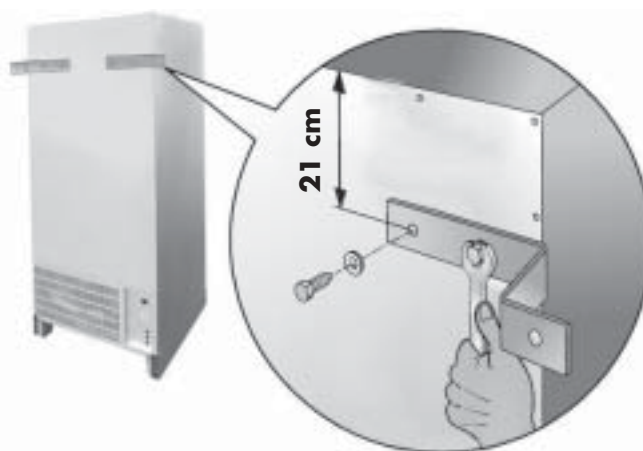

Fig. 18
- colocar las dos abrazaderas de fijación en la parte posterior del distribuidor (Fig. 18);